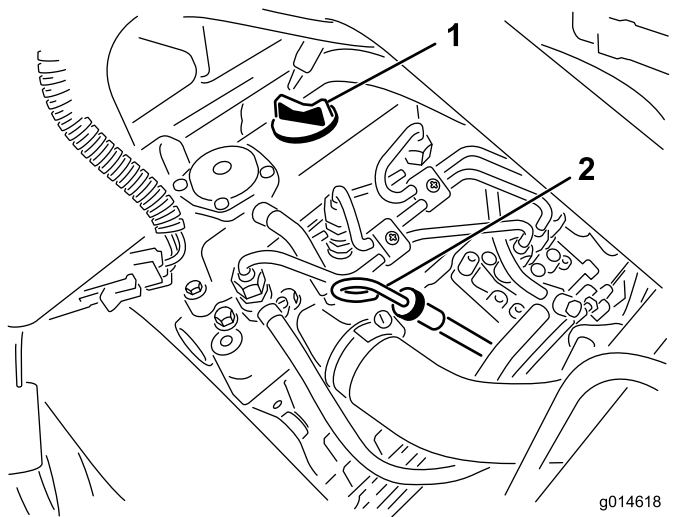

Figure 28
2. Retirez la jauge et essuyez-la sur un chiffon propre (Figure 28). Remettez la jauge dans le tube en l'enfonçant au maximum. Sortez la jauge du tube et vérifiez le niveau d'huile. Si le niveau est trop bas, retirez le bouchon de remplissage du couvre-culasse et ajoutez **lentement** la quantité d'huile nécessaire pour faire monter le niveau jusqu'au repère maximum de la jauge. Versez l'huile lentement et vérifiez souvent le niveau durant la procédure. **Ne remplissez pas excessivement.**